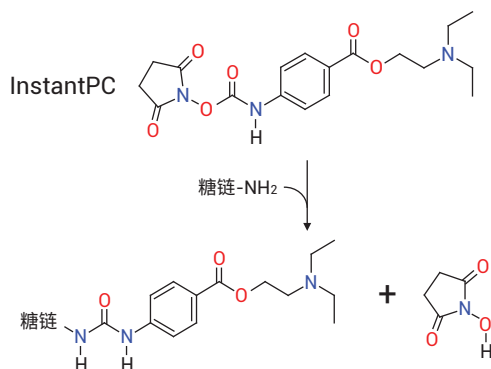

图 1. mAb 释放的 InstantPC 标记 N-糖链示意图
糖基化在许多生物过程中起着重要的作用。它还会对治疗效果、稳定性、药代动力学和免疫原性产生影响1。糖链表征通常会涉及到 NMR、HPLC 或质谱 (MS) 等技术。由于糖链在组成和结构方面十分多样，并且很难采用电喷雾电离，因此基于质谱方法的糖链表征具有挑战性。InstantPC 是一种 ProZyme Inc. 推出的新型荧光标签 (图 1)，已开发用于改善 N-糖链分子的 MS 电离效果和检测灵敏度。